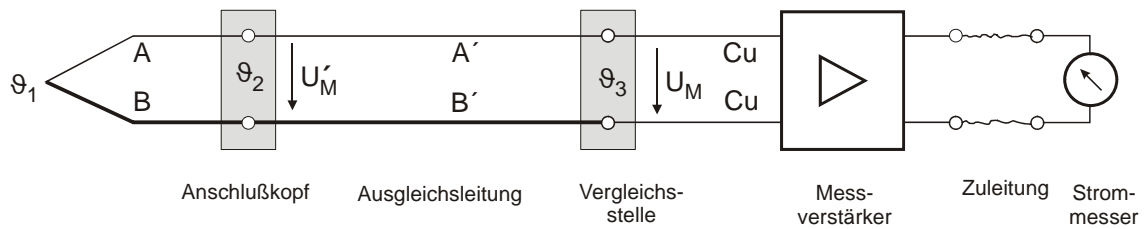

Bild 1
- Die beiden Ausgleichsleitungen A' und B' (Bild 1) wurden irrtümlich vertauscht. Wie groß ist dann die Messspannung  $U_M$ ?